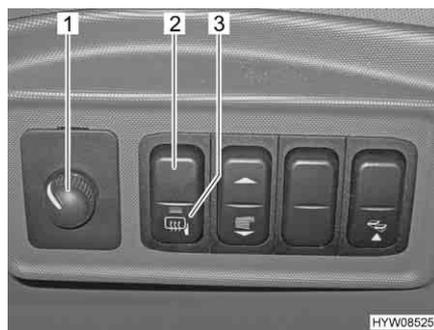

Fig. 31 Interruttore per gli specchietti esterni a regolazione elettrica
Regolazione: ■ Selezionare lo specchietto da impostare. A tal fine premere l'interruttore girevole (Fig. 31,1) verso sinistra oppure verso destra.
■ Premendo l'interruttore (Fig. 31,1) regolare lo specchietto nella posizione corrispondente.
Accensione del riscaldamento: ■ Premere l'interruttore (Fig. 31,2). La spia rossa di controllo (Fig. 31,3) nell'interruttore indica il funzionamento.